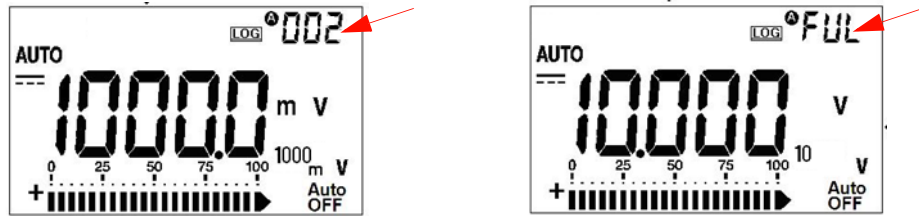

Figura 2-2 Indicador de registro de intervalo
- 2 La medición se registra automáticamente en la memoria en cada intervalo especificado en el modo Configuración, consulte la Figura 2-2